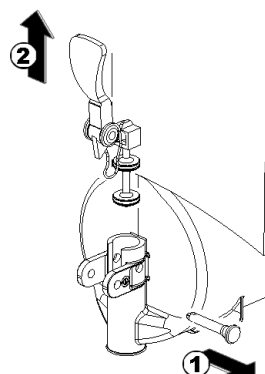

figura 12
- 5 Desarmar el grifo respetando la secuencia indicada (ver figura 12).
3 Armar de nuevo el grifo sobre el contenedor siguiendo la secuencia inversa a la detallada para el desmontaje (vedere figura 12).